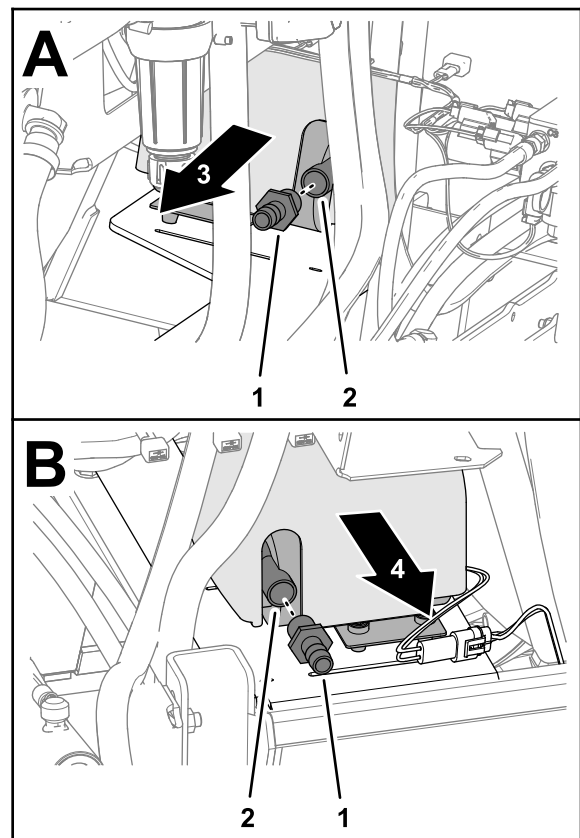

Bild 28
2. Befestigen Sie die zwei geraden, gezahnten Anschlussstücke in den zwei Anschlüssen der Spülbehälterpumpe (Bild 28).